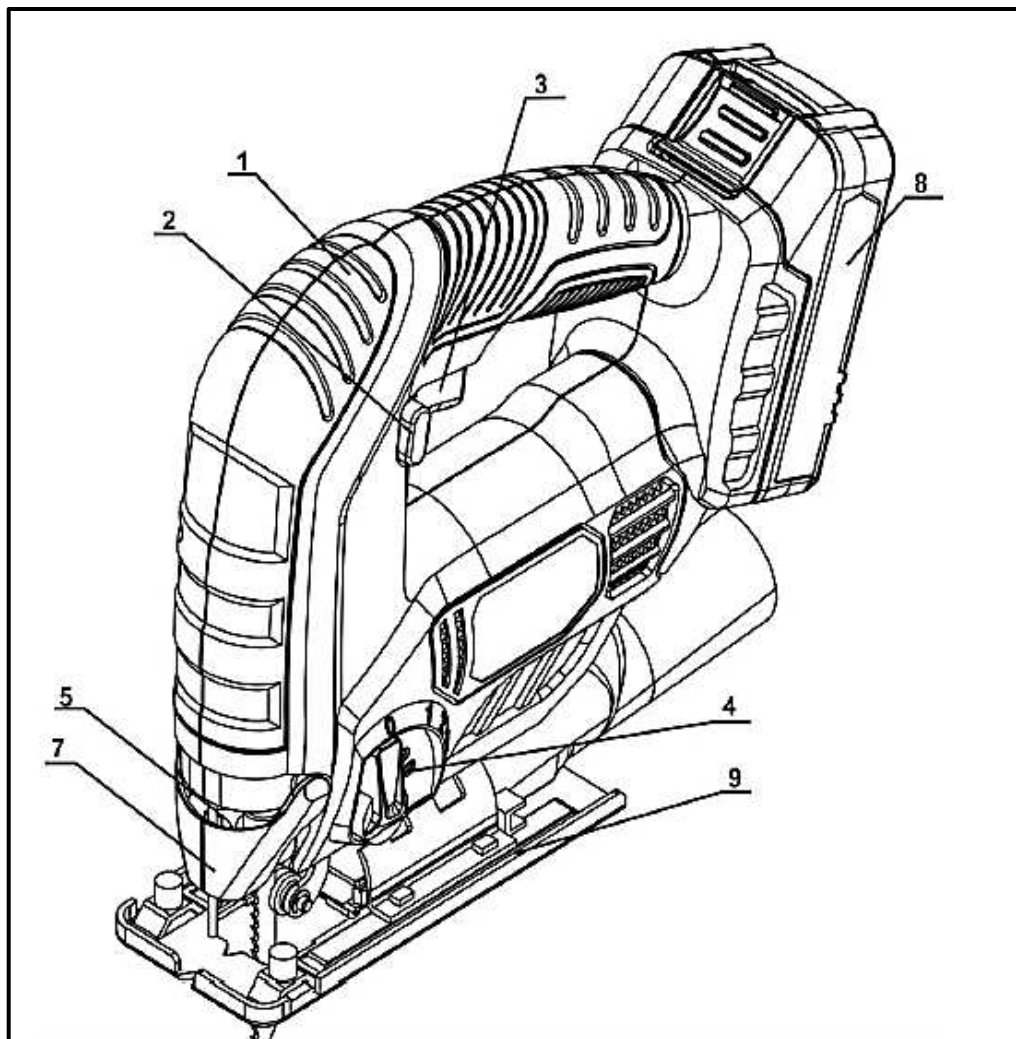

Рис. 1
1. Прогумована рукоятка (Рис.1).
2. Кнопка блокування вимикача (Рис.1)
3. Вимикач. (Рис.1).
4. Перемикач маятникового режиму (Рис.1).
5. Ролик напрямний (Рис.1).
7. Пилівка (Рис.1).
8. Задня рукоятка (Рис.1).
9. Підлога (Рис.1).
7. Захисний екран (Рис.1).
8. Акумуляторна батарея (Рис.1).
9. Шкала нахилу для підшови (Рис. 1).